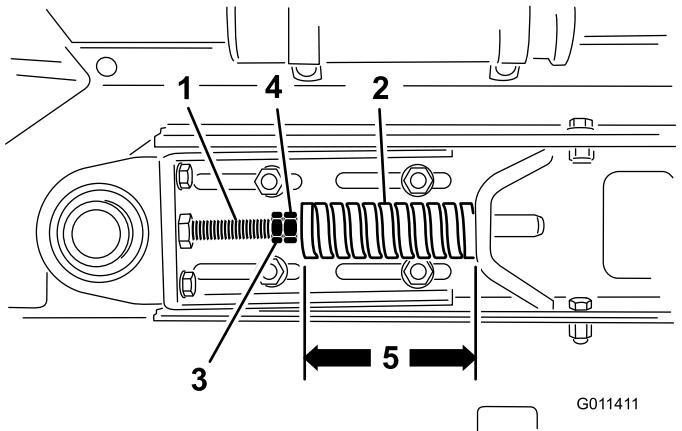

Figura 26
1. Desaperte as porcas de retenção e ajuste as porcas da barra de tensão (Figura 26) para obter a tensão desejada.